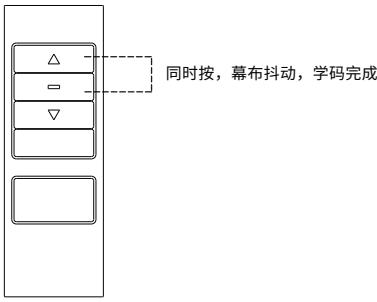

图17
- 先断开幕布电源, 10秒后再重新接入电源, 幕布上下微动1次提示上电; 上电10秒以内, 同时按遥控器“停止键”和“上行键”, 幕布再上下微动1次学码成功。(如图17)